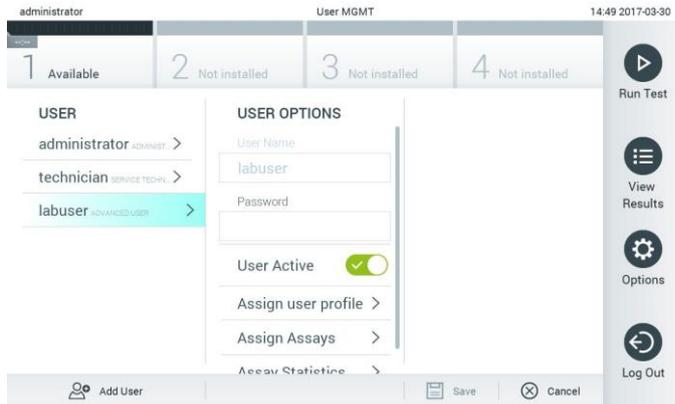

Figure 48. Sélection et gestion des utilisateurs.
2. Sélectionnez l'utilisateur à gérer dans la liste de la colonne de gauche de la zone de contenu (figure 48, en page suivante).